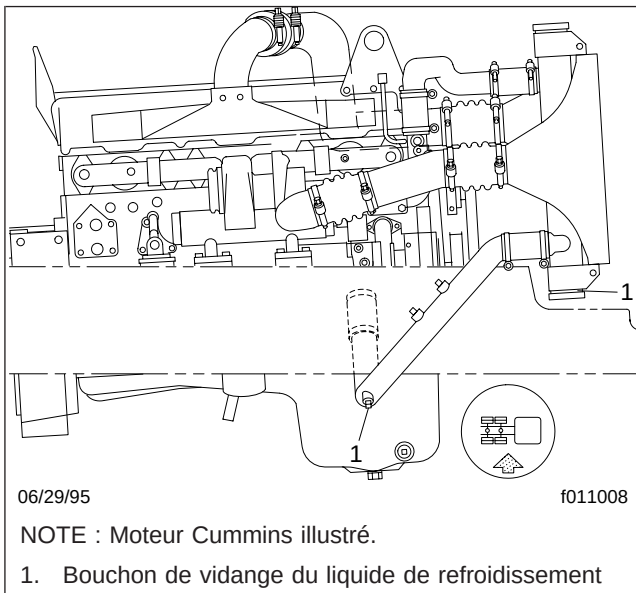

Fig. 1, Emplacement du bouchon de vidange du liquide de refroidissement
4. Retirez les bouchons de vidange du réservoir latéral du radiateur et au niveau du coude du tuyau inférieur de sortie du radiateur, le cas échéant. Voir la figure 1. Laissez couler le liquide de refroidissement.